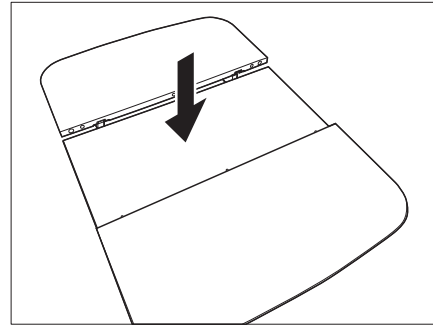

Bild 103 Mittelteil absenken
- Das Mittelteil des Tisches kräftig nach unten drücken. Das Mittelteil rastet in der unteren Stellung ein (Bild 103).